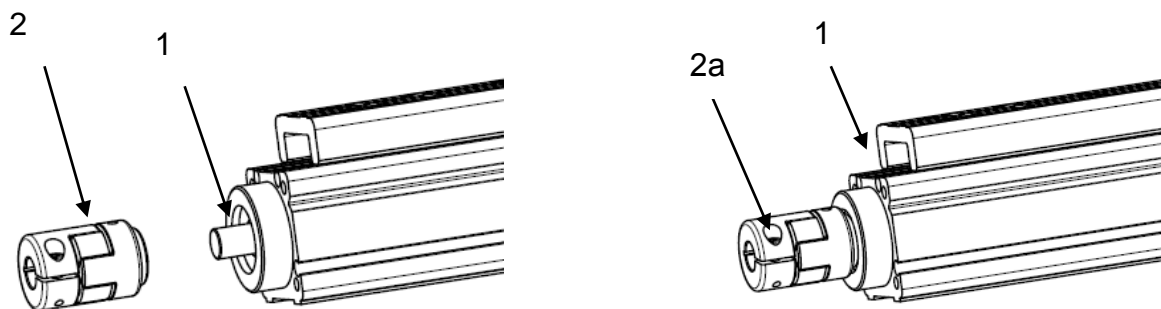

Рисунок 8 – Установка муфты на модуль.
1) установить муфту (поз.2) на вал модуля (поз. 1) (см. рисунок 8). Закрепить муфту и вкрутить винт муфты со стороны вала электроцилиндра. Все резьбовые отверстия должны быть зафиксированы при помощи среднего фиксатора А1042 или аналог;